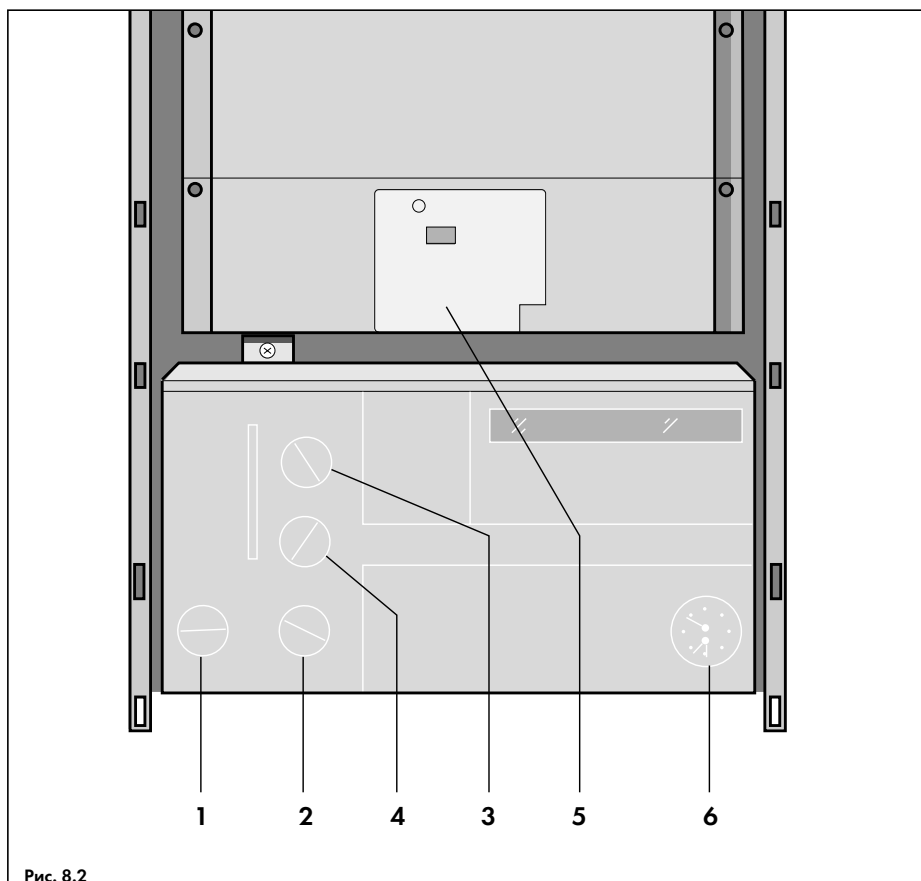

Рис. 8.2
- Включить главный выключатель котла (1, рис. 8.2), поставив его из положения "выкл" (0) в положение "вкл" (I); При этом должен загореться зеленый СДИ "Сеть вкл/выкл";
- Поставить переключатель режимов работы (2, рис. 8.2) в положение "Отопление и горячая вода"  III;
- Обеспечить запрос работы аппарата на отопление, установив регулятор температуры подающей линии (3, рис. 8.2) на "9". В случае, если к аппарату подсоединены внешние регуляторы, обеспечить запрос работы аппарата на них. При этом должен загореться желтый СДИ "Запрос отопления";
Указание: Если попытка зажигания оказалась безуспешной, то на панели управления котла загорится красный индикатор "Сбой" (см. рис. 8.1). Как правило, это означает, что нарушена подача газа или же из газопровода не до конца удален воздух. Проверить еще раз подачу газа, после чего переключатель режимов работы (2, рис. 8.2) повернуть в положение "Разблокировать" . Будет предпринята повторная попытка розжига.
- Включить аппарат в любом режиме и закрыть газовый кран на опуске. В течение 10 сек. аппарат должен пытаться разжечь горелку (искровые разряды на электродах розжига можно видеть через смотровое окошко на теплоотражающем щитке (5, рис. 8.2)). По истечении 10 сек. аппарат должен выключиться;
- Открыть газовый кран и снять сбой, для чего переключатель режимов работы (2, рис. 8.2) повернуть в положение "Разблокировать" . Горелка будет разблокирована и аппарат начнет работу.
- Повторно заполнить водой отопительную установку и спустить из нее воздух, как описано в главе 6.4. Систему отопления заполнить до уровня, при котором манометр (6, рис. 8.2) показывает давление на 0,5 бар больше, чем статическое давление воды в системе отопления на уровне установки аппарата, но не менее 1 бар. Статическое давление 1 бар соответствует 10 м высоты системы отопления.
Указание: Минимальное давление на манометре (6, рис. 8.2) никогда не должно опускаться ниже значения 1 бар.
- Установить регулятор температуры отопления (3, рис. 8.2) на желаемое значение.
Указание: Первые часы эксплуатации аппарата рекомендуется устанавливать регулятор температуры отопления (3, рис. 8.2) на значение не выше "6". При этом имеющиеся в воде соли кальция и магния выпадут в основном внутри трубопроводов системы отопления, не повредив первичный теплообменник и узлы аппарата (насос, переключающий вентиль и пр.).
- Регулятор температуры горячей воды* (4, рис. 8.2) установить на желаемое значение. При обычных условиях этот регулятор должен устанавливаться на "6".